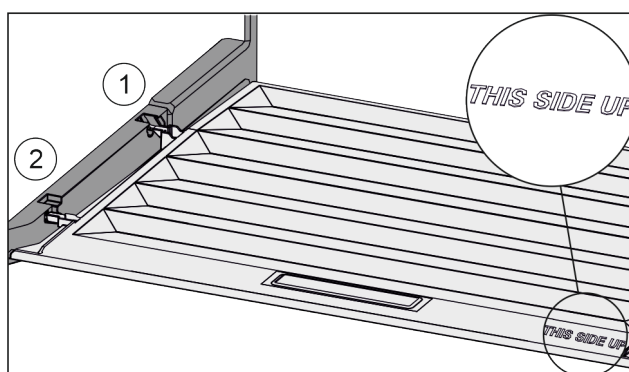

Fig. 35
- ▶ Вставить поперечные ребра крышки через отверстие заднего держателя Fig. 35 (1) и защелкнуть спереди в держателе Fig. 35 (2).